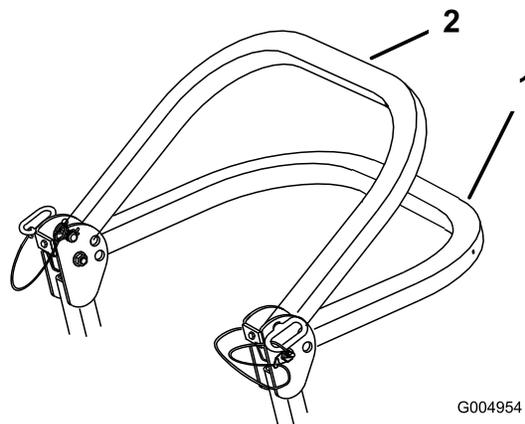

Рисунок 6
2. Опустите защитную дугу в нижнее положение (Рисунок 6).
**Примечание:** Имеется два нижних положения; см. Рисунок 6.